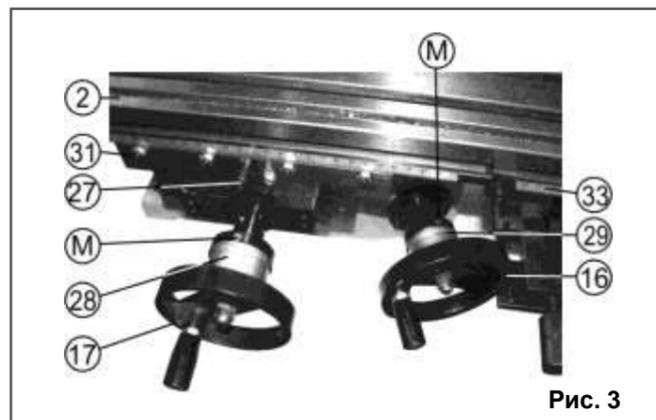

Рис. 3
9.1. Регулировка хода продольной подачи стола (Рис. 3, 4)